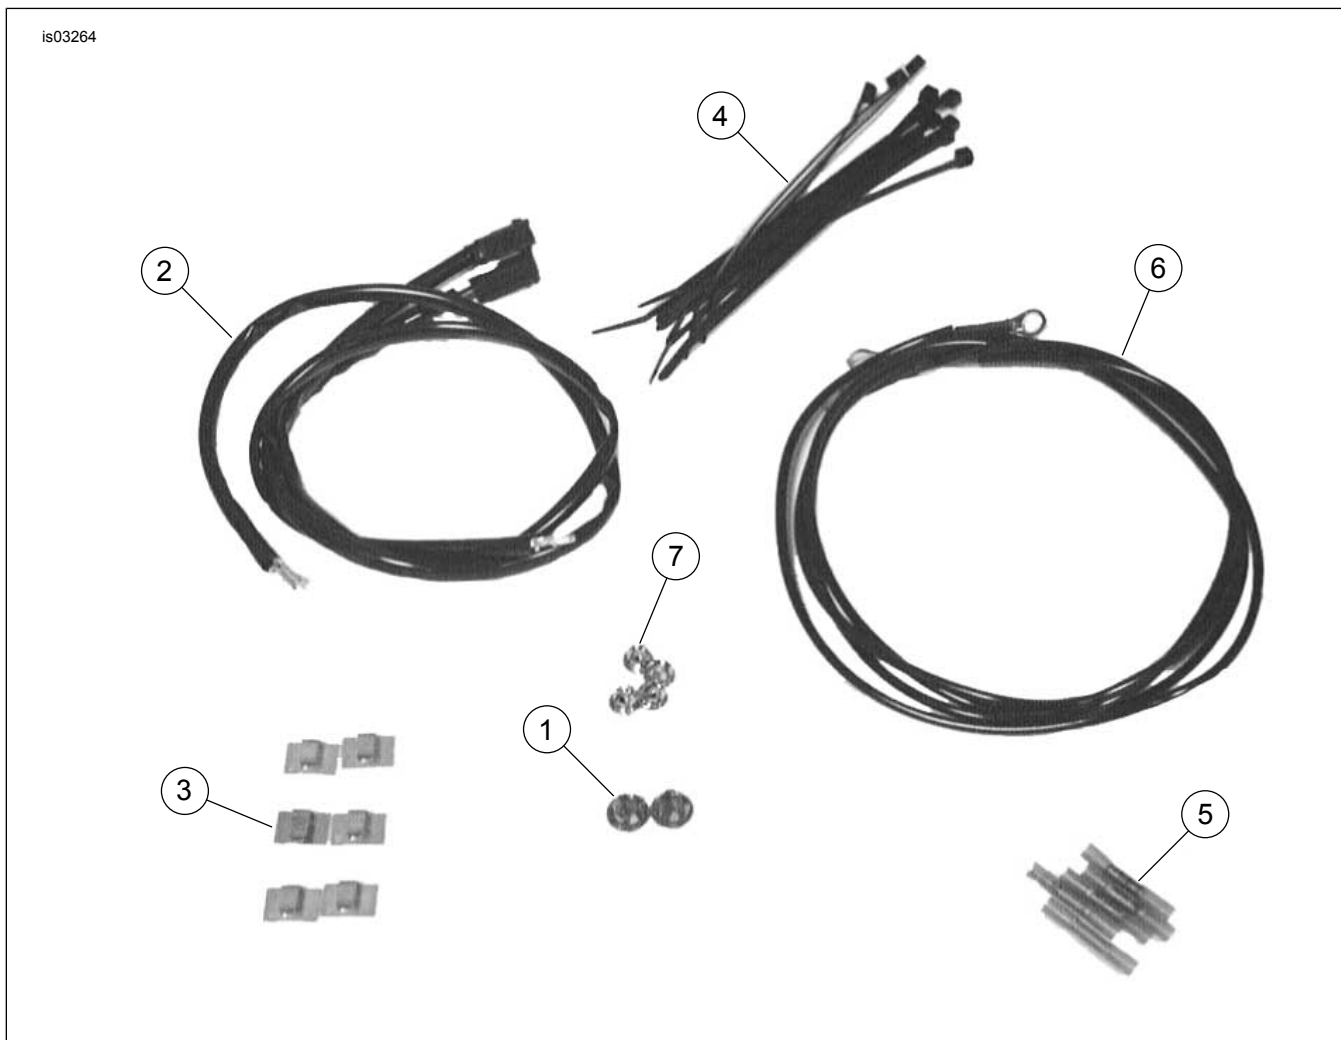

Figura 19. Parti di ricambio: kit cablaggio degli indicatori di direzione (72509-00)
- a. Misurare e tagliare un tratto di filo del cablaggio ( Figura 19, elemento 2) fornito nel kit.
- c. Usando connettori a giunto di testa ( Figura 19, elemento 5), collegare il ponticello tra il filo originale e l'estremità del terminale.